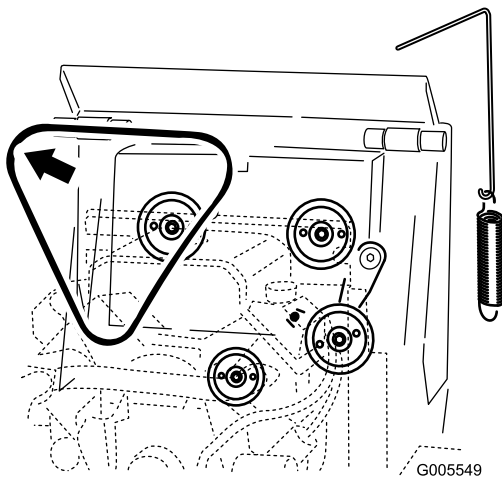

**Figura 51**
4. Retire el muelle de la polea tensora del conjunto de la polea tensora (Figura 51).
6. Instale una nueva correa de transmisión alrededor de las tres poleas (Figura 51).